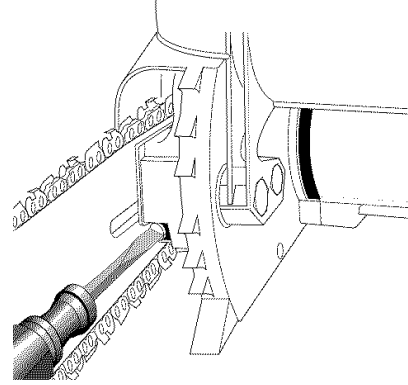
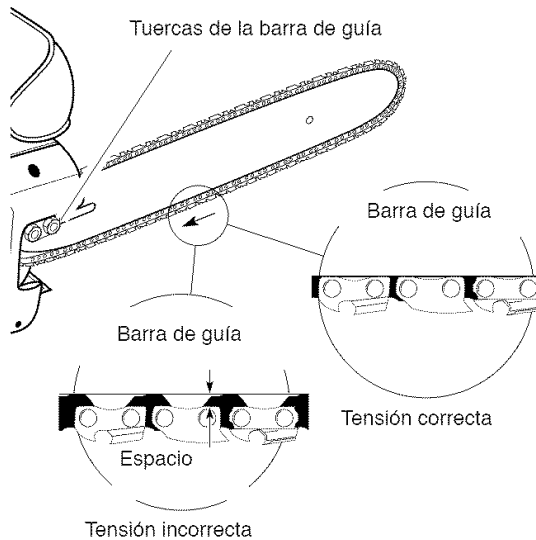

Figura 4 - Girando el Tornillo de Regulación
Figura 5 - Ajuste de la cadena serrada
2. Gire el tornillo de regulación en sentido horario hasta que no quede holgura en la cadena (vea la Figura 4). **Nota:** No debería haber separación entre los eslabones laterales de la cadena y la parte inferior de la barra de guía (Vea la Figura 5).